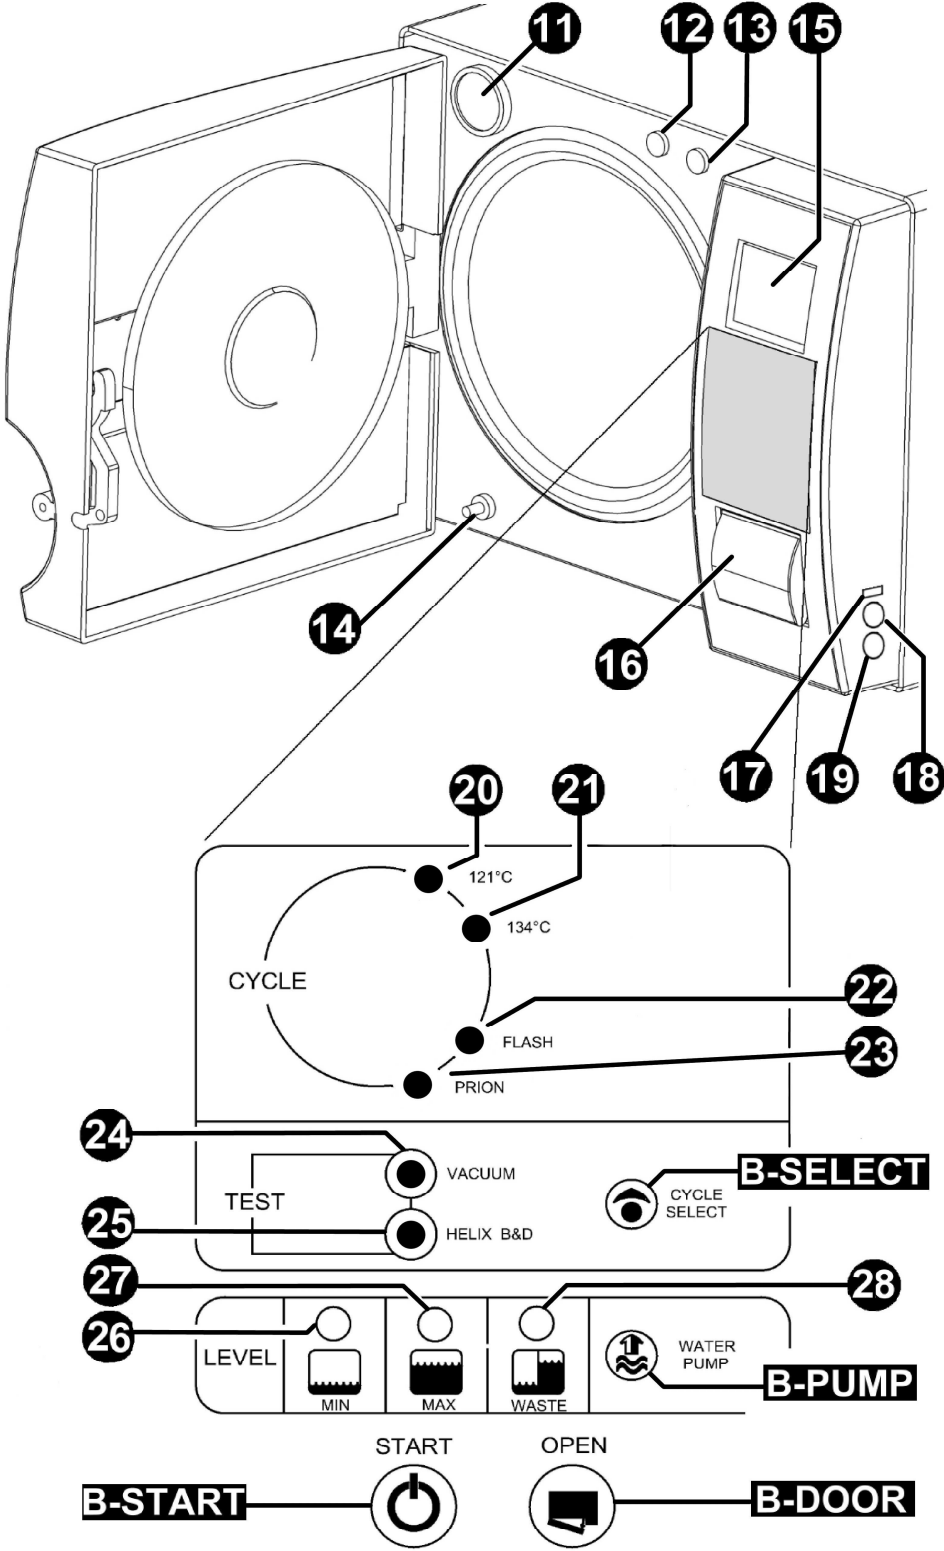

FIG.2
- Der Stecker des Inkubator (FIG.2-pos.18), darf nur für den Anschluss des B-TEST verwendet werden.